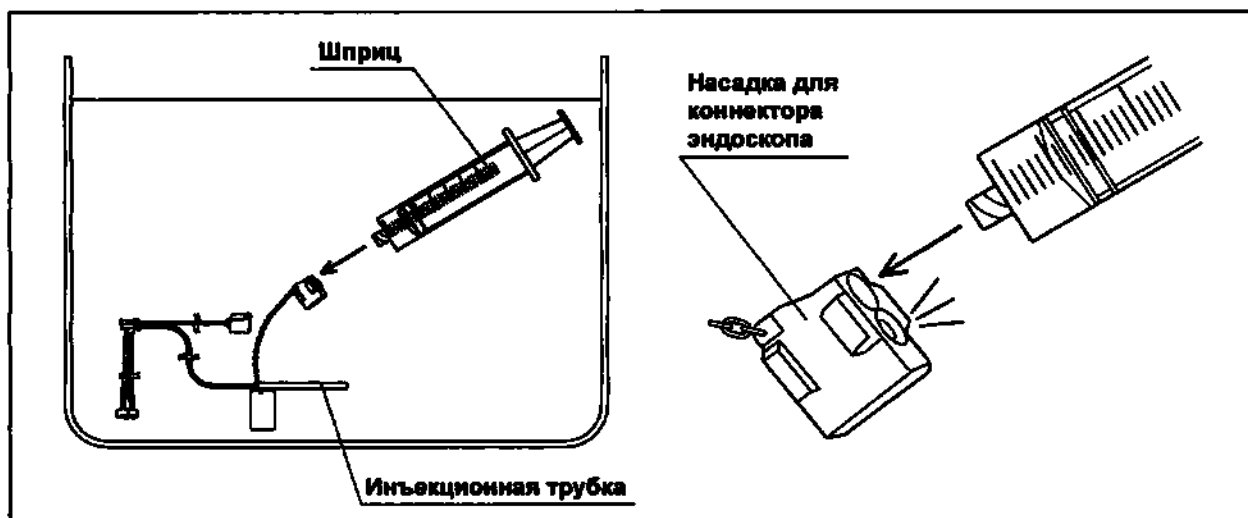

Рис. 6.34
- 7 Полностью погрузив шприц и инъекционную трубку в воду для промывания, медленно заполните шприц водой для промывания, прижав его к одной стороне отверстия заглушки разъема, и промойте заглушку 30 миллилитрами воды для промывания. Убедитесь, что во время промывания с другой стороны отверстия насадки для коннектора эндоскопа не выделяются пузырьки воздуха. (см. рис. 6.34)